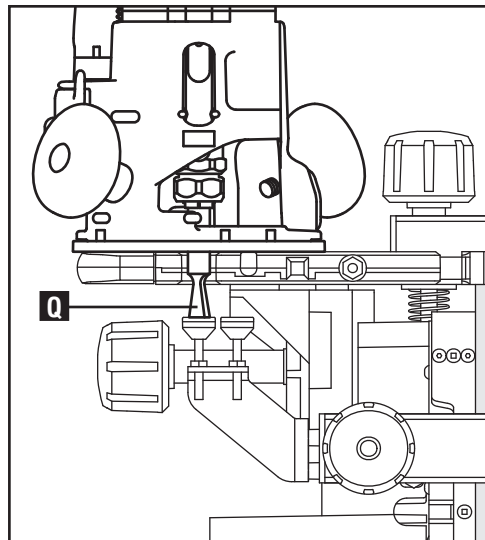

Fig. D9
13. Baje la broca lentamente (Q) Fig. D9 hasta el tope. La profundidad se establece cuando la broca apenas toca el tope.